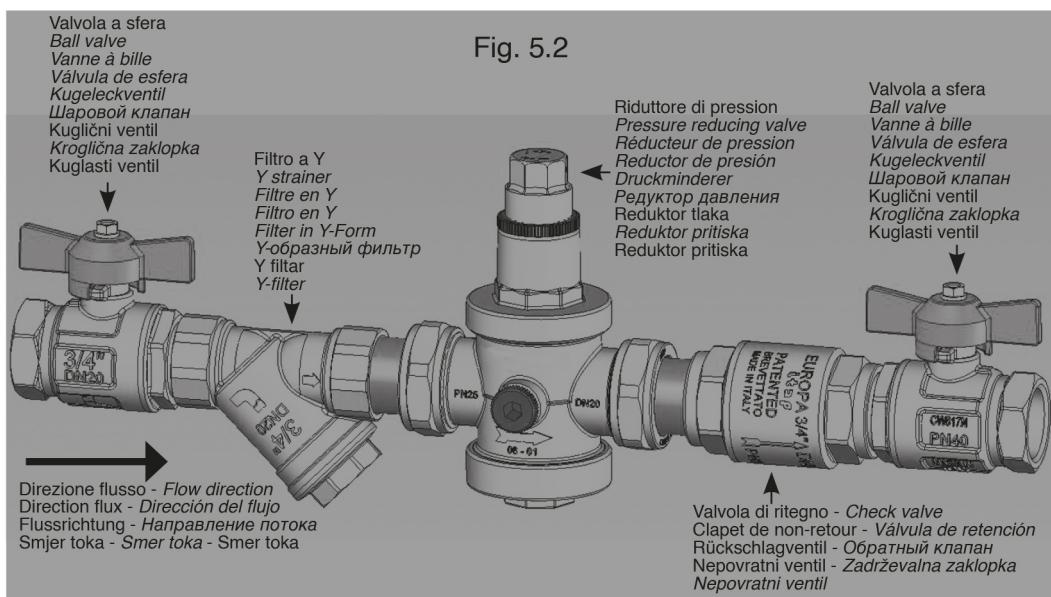

Fig. 5.2
- Для идеальной установки в соответствии со всеми правилами следуйте схеме, показанной на рис. 5.2.